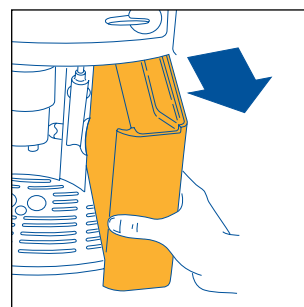

Fig. 1
- Estrarre il serbatoio dell'acqua (fig. 1), sciacquarlo e riempirlo con acqua fresca senza superare la linea MAX. Quando si estrae il serbatoio, il cappuccinatore deve essere sempre posizionato verso il centro della macchina altrimenti ne impedirebbe l'estrazione.